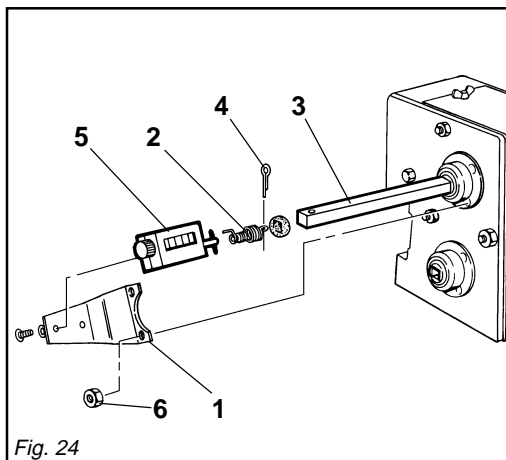

Fig. 24
- Togliere i due dadi (6 Fig. 24) che fissano il supporto;
- Montare il supporto (1 Fig. 24) e fissarlo con i due dadi precedente
- Remove the two bolts that fasten the support (6 fig.24);
- Fit the support (1 fig. 24) and fasten it with the two bolts removed previously;
- Insert the spring (2 fig. 24) on the
- Enlever les deux écrous qui fixent le support (1 Figure 24);
- Monter le support (1 Figure 24) et fixer celui-ci par les deux écrous enlevés;
- Insérer le ressort (2 Figure 24) sur
- Sacar las dos tuercas que sujetan el soporte (1 Fig. 24).
- Inserire la molla (2 Fig. 24) sull'alberino (3 Fig. 24) e fermarla infilando la copiglia (4 Fig. 24) nell'occhiello della molla stessa e nel foro dell'alberino.
- Fissare poi con le relative viti il contaettari meccanico (5 Fig. 24).
shaft (3 fig. 24) and lock it with the split pin (4 fig. 24) in the eyelet of the spring itself and in the hole in the shaft;
- fix the corresponding bolts of the mechanical hectare counter (5 fig. 24).
befestigen, entfernen (1 Abb. 24);
- Die Halterung (1 Abb. 24) montieren und sie mit den beiden vorher entfernten Muttern befestigen;
- Die Feder (2 Abb. 24) auf die Spindel (3 Abb. 24) setzen und sie durch Einsatz des Splints (4 Abb. 24) in die Federöse und in das Spindeloch sperren.
- Dann mit den entsprechenden Schrauben den mechanischen Hektarzähler (5 Abb. 24) befestigen.
l'axe (3 Figure 24) et bloquer le ressort par l'introduction de la goupille (4 Figure 24) dans l'oeillet du même ressort et dans le trou de l'axe;
- Fixer ensuite le compte-hectares mécanique par les vis correspondantes (5 Fig.24).
- Montar el soporte (1 Fig. 24) y sujetarlo con las dos tuercas que se sacaron antes.
- Insertar el muelle (2 Fig. 24) en el árbol (3 Fig. 24) y sujetarlo introduciendo el pasador (4 Fig. 24) en el ojete del muelle mismo y en el agujero del árbol.
- Sujetar, con los tornillos correspondientes, el contador de hectáreas mecánico (5 fig. 24).